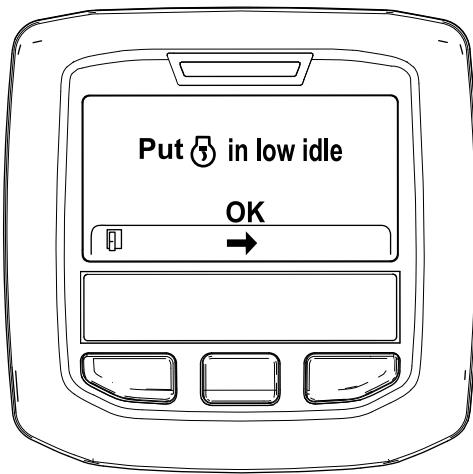

Figure 34
6. Placez la commande d'accélérateur en position de RALENTI et appuyez sur le bouton central (Figure 34).